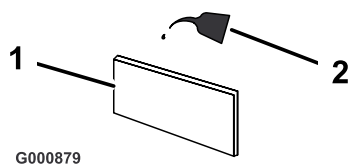

Bild 33
- C. Tränken Sie den Einsatz mit neuem Motoröl (Bild 33). Drücken Sie den Einsatz, um überflüssiges Öl zu entfernen.